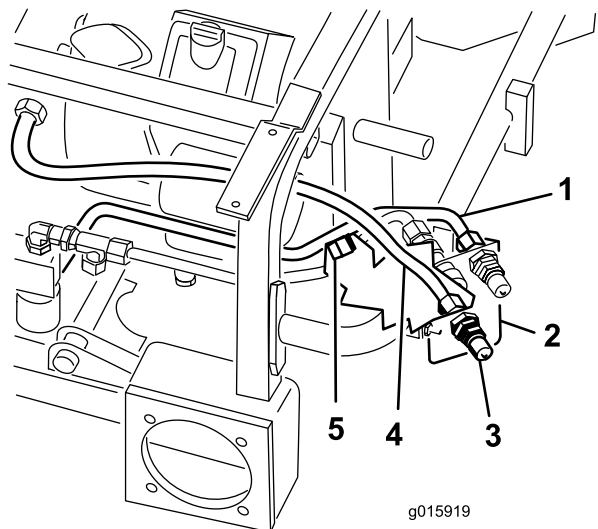

図 16
8. 油圧ライン（ホース）（5番）を、下側のオスのカップラに仮止めする（図 16）。このホースの他端は、ステップ10で接続を行う。